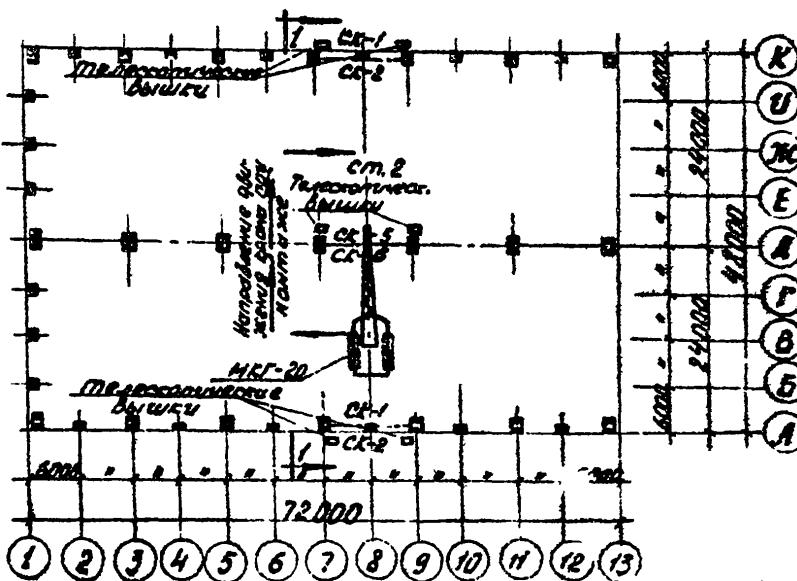

Рис. 2. Схема монтажа металлических связей СК-1, СК-2, СК-5, СК-6.
- б/ сборка и монтаж связей СК-1, СК-2, СК-5, СК-6 /рис. 2/;